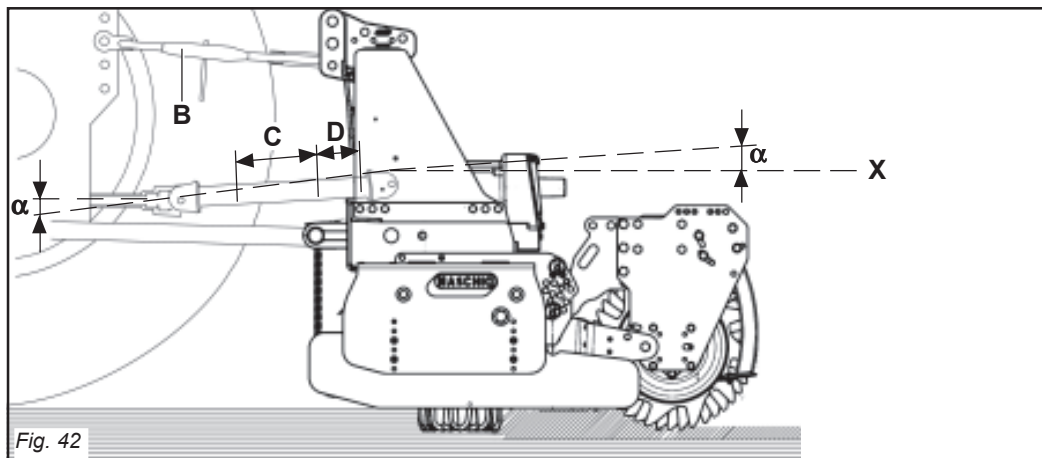
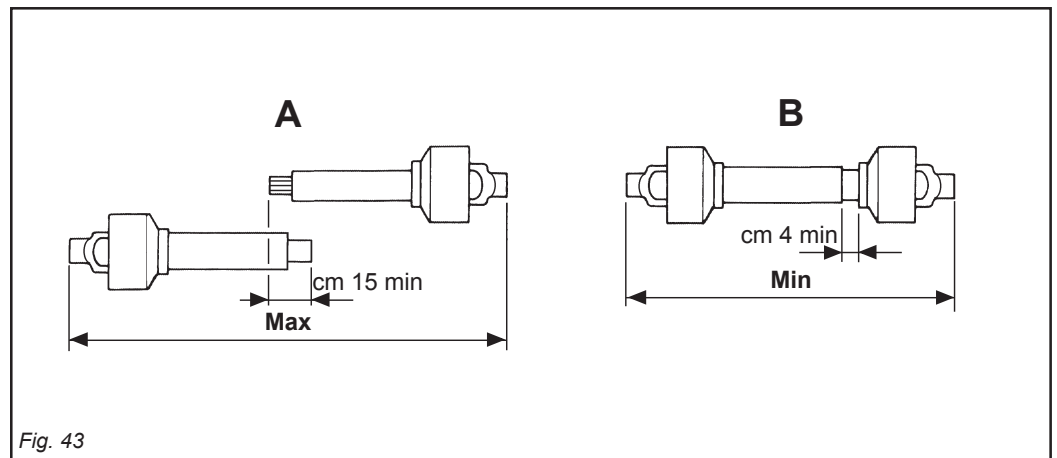

Fig. 42
Fig. 43
L'albero cardanico, fornito con la macchina, è di lunghezza standard. Si può quindi rendere necessario l'adattamento dell'albero cardanico. In questo caso prima di intervenire sull'albero cardanico, interpellare il Costruttore del medesimo per l'eventuale adattamento. Attaccare la macchina al trattore, stabilizzare l'attacco terzo punto del trattore con il dispositivo previsto a questo scopo (barre, catene,...). Disinserire la presa di forza del trattore e spegnere il motore. Accoppiare l'albero di trasmissione cardano alla presa di forza del trattore. L'attacco è corretto quando la macchina è orizzontale in posizione di lavoro. Per fare ciò aumentare o diminuire la lunghezza della barra superiore dell'attacco (B Fig. 42) in modo da portare l'asse (X Fig. 42) della ghiera scanalata della scatola parallela al suolo.
- I due angoli (α Fig. 42) formati dalle
- Les deux angles (α Fig. 42) formés par
Um dies zu erhalten, die Länge der oberen Kupplungsstange (B Abb. 42) erhöhen oder verringern, bis die Achse (X Abb. 42) der Keilmutter des Gehäuses parallel zum Boden steht.
- Die beiden Winkel (α Abb. 42), die aus den Achsen der Gabeln und der Ach-
- La copertura (C Fig. 42) dei tubi scorrevoli deve essere di 15 cm minimo (Fig. 43).
- I due tubi dell'albero di trasmissione a cardano non si devono ricoprire completamente, una corsa di sicurezza (D Fig. 42) di 4 cm minimo deve sussistere.
- Gli angoli (α Fig. 42) dei cardani non devono essere superiori a 40° (Fig. 11).
- Die Überdeckung (C Abb. 42) der Gleitrohre muss mindestens 15 cm ausmachen (Abb. 43).
- Die beiden Rohre der Gelenkwelle dürfen sich nicht ganz überdecken. Es muss noch einen Sicherheitshub (D Abb. 42) von mindestens 4 cm geben.
- Die Winkel (α Abb. 42) der Gelenkwellen dürfen nicht größer als 40° sein (Abb. 42).
Quando esso è inserito al massimo, il gioco minimo consentito deve essere di 4 cm. (Fig. 43).
Wenn die beiden Teile ganz zusammengeschoben sind, muß das kleinstmögliche Spiel 4 cm ausmachen (Abb. 43).